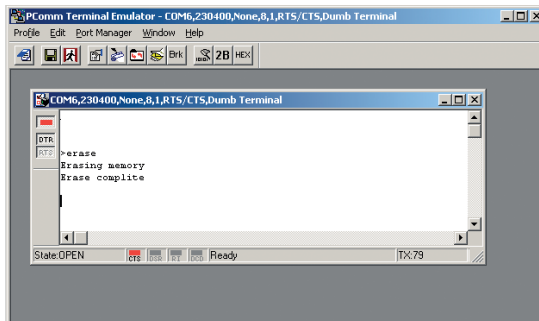

Рис. 91
8. Удалите речевые сообщения записанные заводом-изготовителем. Для этого в диалоговом окне введите с клавиатуры команду «erase» и нажмите клавишу «enter». Если допустили опечатку, то просто начните вводить заново. По завершении операции в диалоговом окне появится сообщение «Erase complete» (рис. 91).